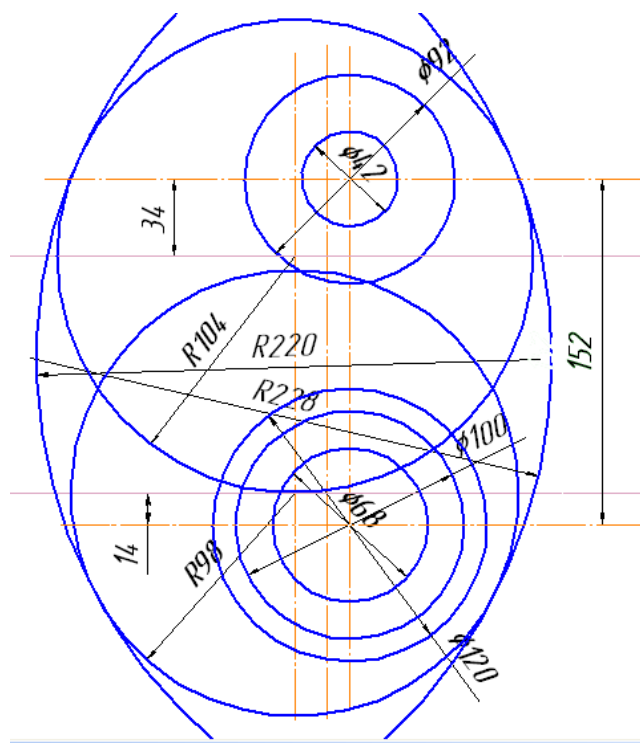

Рис. 4
4. Построить окружности, касательные к заданным окружностям. Для этого использовать команду –  **Касательная окружность к двум кривым**. Радиус левой касательной окружности – 220 мм, правой – 228 мм. (рис. 4)